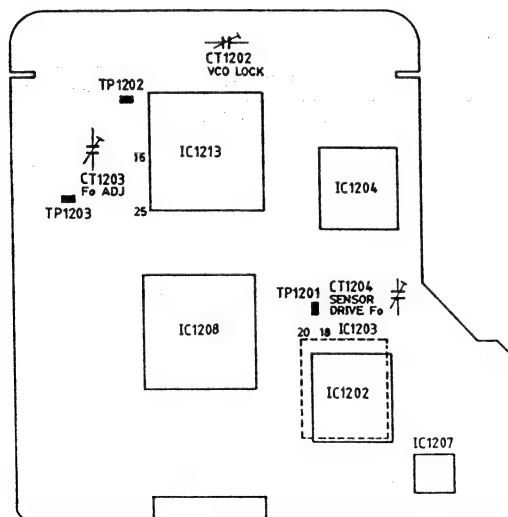

Abb. 4-6 Prozeß- (PC) Leiterplatte (Seite A)
(1) Bestätigung der Hilsträgerfrequenz (Abb. 4-6)
(2) Bestätigung der VCO-Verriegelungsspannung (Abb. 4-6)
(3) Bestätigung der Sensorantriebsimpulsfrequenz (Abb. 4-6)
Den Kamerarecorder, die DSP-Vorrichtung, den Personal-Computer, die Stromversorgung usw. gemäß Abb. 4-6 anschließen.